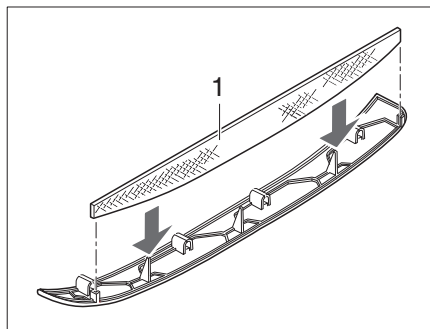
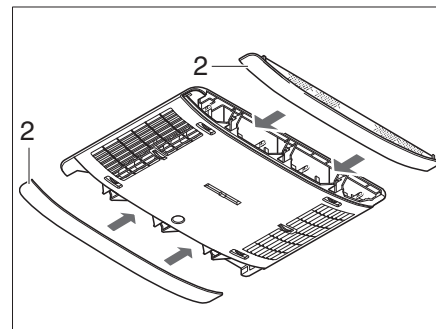

Bild 161 Flusenfilter Klimaanlage
Bild 162 Paneelen Klimaanlage
In den seitlichen Paneelen (Bild 162,2) befinden sich zwei Flusenfilter. Die Flusenfilter müssen in regelmäßigen Abständen, mindestens jedoch alle 6 Monate, gereinigt und bei Bedarf gewechselt werden.
- Paneele (Bild 162,2) vom Luftverteiler abziehen und Flusenfilter (Bild 161,1) reinigen oder bei Bedarf wechseln.